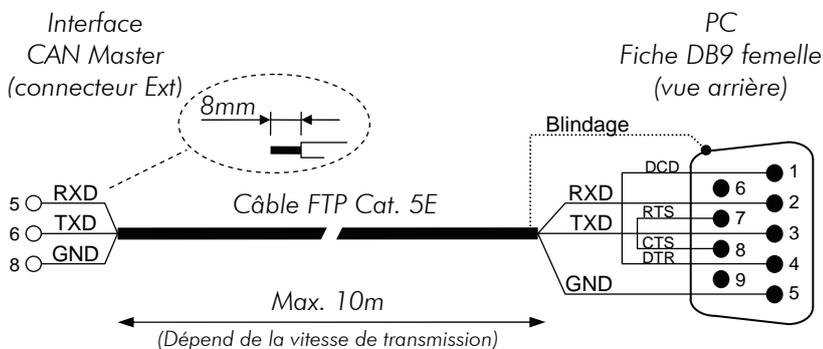
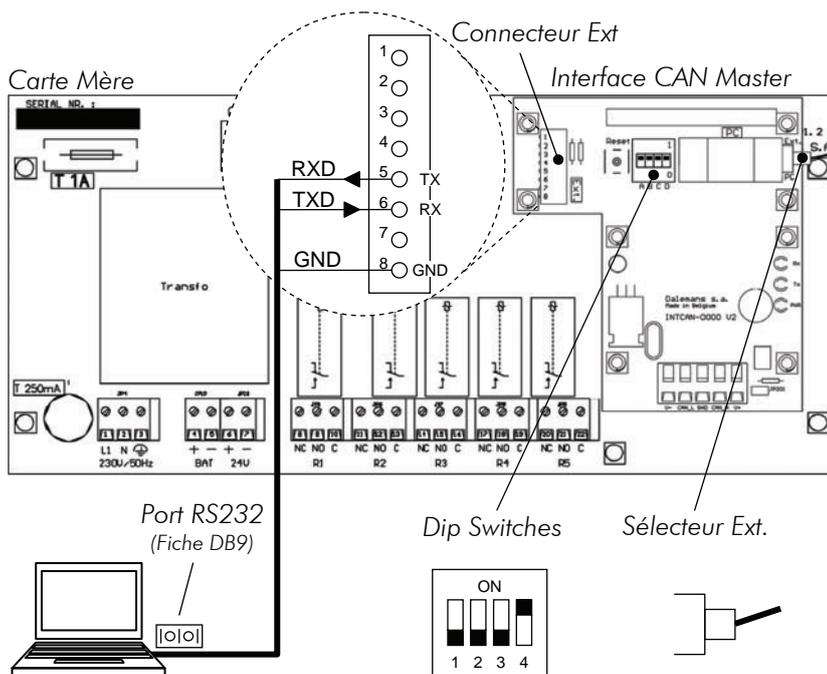

Fig. 47
Fig. 48
- Du côté PC, les signaux RTS et CTS (bornes 7 et 8 de la fiche DB9), et les signaux DCD et DTR (bornes 1 et 4 de la fiche DB9) du port RS232 doivent être bouclés (Fig. 47).
Une extrémité du câble est pourvue d'une fiche DB9 femelle. A l'autre extrémité, le câble est raccordé au connecteur *Ext* de la carte Interface CAN Master (Fig. 47 et Fig. 48).